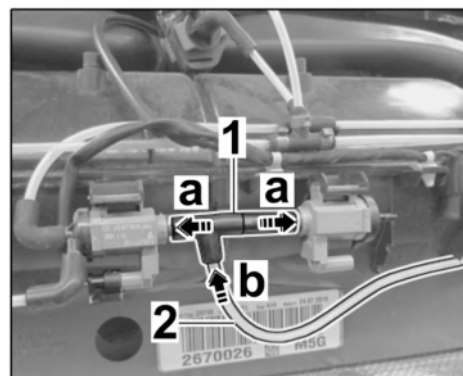

Bild 53
- 10.3.3 Verbindungsleitung $\Rightarrow$ *Bild 53*
ventilen montieren $\Rightarrow$ *Bild 53*
tung $\Rightarrow$ *Bild 53 -2-* mindestens
$\Rightarrow$ *Bild 53 -b-*.